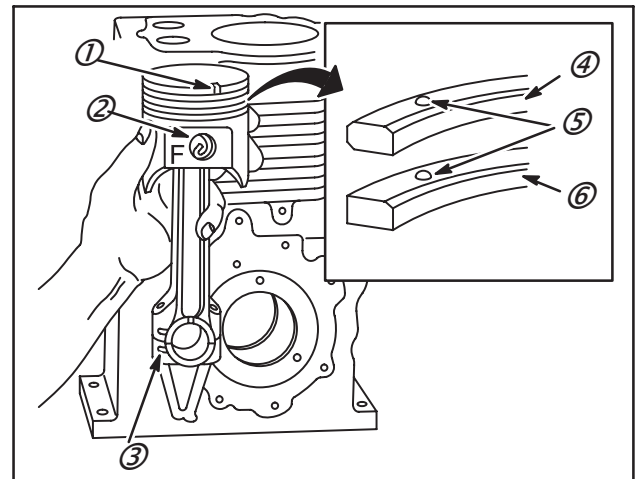

Fig. 8
2. Les Modèles 300000, 320000 ont une encoche (1) et une lettre "F" sur le piston. Installer le frein (2) dans sa rainure à l'opposé de l'encoche et de la lettre "F." Placer la bielle dans le piston avec les marques d'assemblage (3) du même côté que l'encoche et la lettre "F". Pousser l'axe de piston du côté de l'encoche à travers le piston et la bielle jusqu'à ce que l'axe touche le frein. Installer le second frein, Fig. 8.